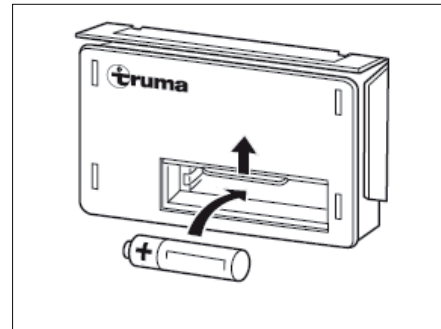

Fig. 110 Changement de pile
- Faire glisser vers le haut le recouvrement du compartiment à piles de l'allumage automatique (Fig. 110).
- Placer une pile neuve du même type dans le compartiment à piles de l'allumage automatique en respectant la polarité (+/-) (Fig. 110). Utiliser uniquement des piles Mignon à résistance thermique élevée (+70 °C) et ne coulant pas.